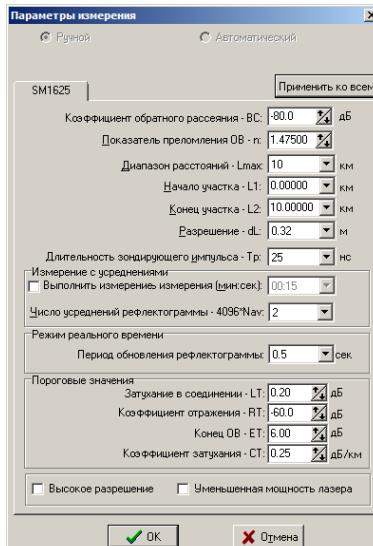

Рисунок 8-6. Параметры измерения
4. далее необходимо задать параметры измерения. Для этого нужно выбрать пункт меню **Измерение → Параметры измерения**, либо нажать кнопку на панели кнопок. После этого на экране появится окно, представленное на Рисунок 8-6, в котором необходимо установить численные значения соответствующих параметров (см. список в предыдущем разделе).